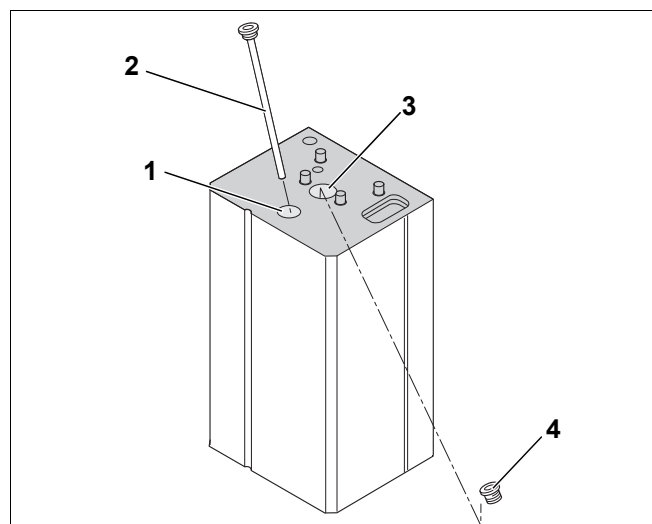

Рис. 14 Демонтаж облицовки
- ▶ Удалите крышку магниевого анода (рис. 14, [1]).
- ▶ Выверните магниевый анод (рис. 14, [2]).
- ▶ Выньте крышку контрольного отверстия (рис. 14, [3]) и выверните заглушку (рис. 14, [4]).
- ▶ Установите магниевый анод (рис. 14, [2]).
- ▶ Установите заглушку контрольного отверстия (рис. 14, [4]).